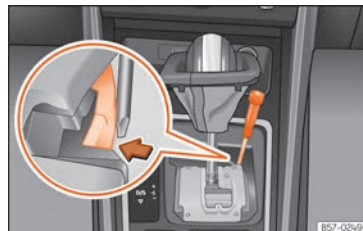

**Fig. 53** Leva selettoria: sblocco di emergenza dalla posizione di parcheggio.
- Aiutandosi con un cacciavite, premere lateralmente il gancio giallo di sblocco  **fig. 53** e tenerlo premuto.